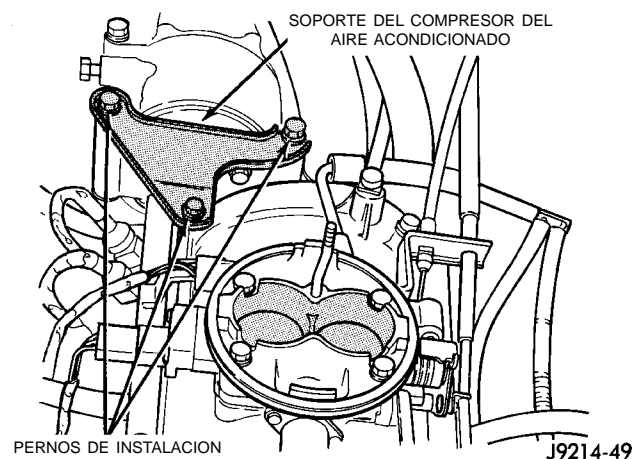

Fig. 31 Soporte del compresor de A/A—Característico
- (5) Si tiene instalado aire acondicionado, retire el soporte en forma de A que está entre el compresor del A/A y el tubo múltiple de admisión (tres pernos) (Fig. 31).